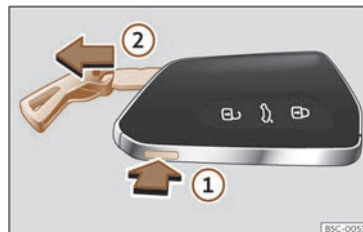

Fig. 70 Cheia cu telecomandă: scoateți lama cheii.
- Apăsăți butonul >>> fig. 70 ① pentru a scoate inelul de pe cheie și scoateți lama cheii ②. Apăsarea ușoară pe inel îl lasă fixat ca telecomandă.
• Apăsați butonul >>> **fig. 70 ①** pentru des-
>>> **fig. 70 ②** pentru a scoate complet lama